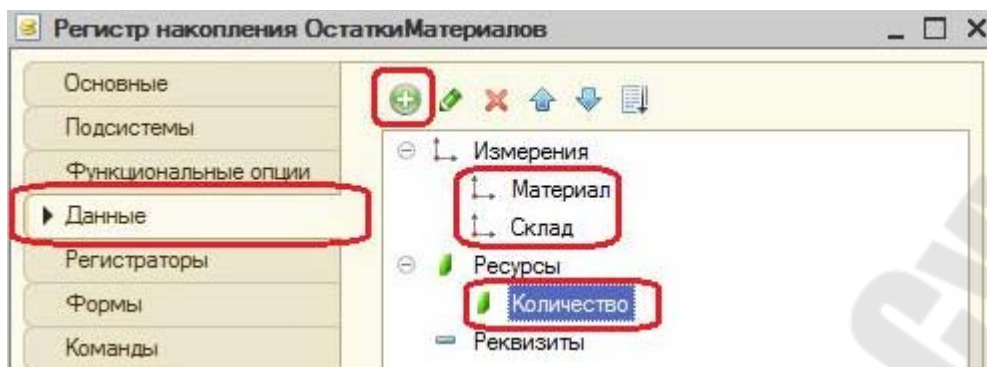

Рис. 2.15. Создание регистра накопления *ОстаткиМатериалов*
**Шаг 1.** Добавление регистра накопления. Открываем конфигуратор и добавляем новый объект конфигурации *Регистр накопления* с именем *ОстаткиМатериалов*. Расширенное представление списка – Движение по регистру Остатки материалов. Этот заголовок будет отображаться в окне списка записей регистра. На вкладке **Подсистемы** отмечаем *УчетМатериалов*, *ОказаниеУслуг* и *Бухгалтерия*. Переходим на закладку **Данные** и создаем *измерения* регистра (рис. 2.15):